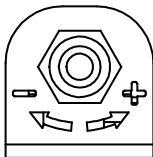

Рис. 14
2. Регулировка уровня минерализации производится при вращении рукоятки вентиля подмеса (рис. 14). При вращении рукоятки по часовой стрелке – уменьшается количество подаваемой воды с уровнем минерализации исходной воды, а при вращении против часовой стрелки – увеличивается: